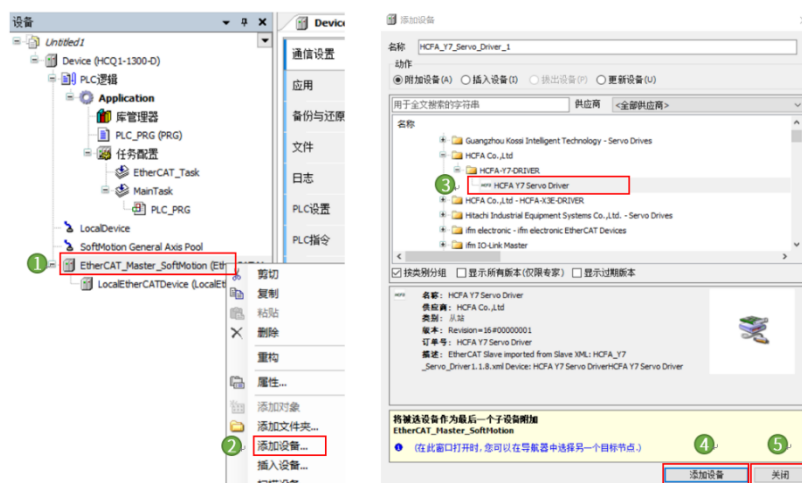

图13-9 添加Y7伺服轴
3. 右击【EtherCAT_Master_SoftMotionm】，选择【添加设备】。在弹出的页面中选择【HCFA Y7 Servo Driver】，点击【添加设备】，添加完成后点击【关闭】，如图13-9所示。若无【HCFA Y7 Servo Driver】请添加对应XML。